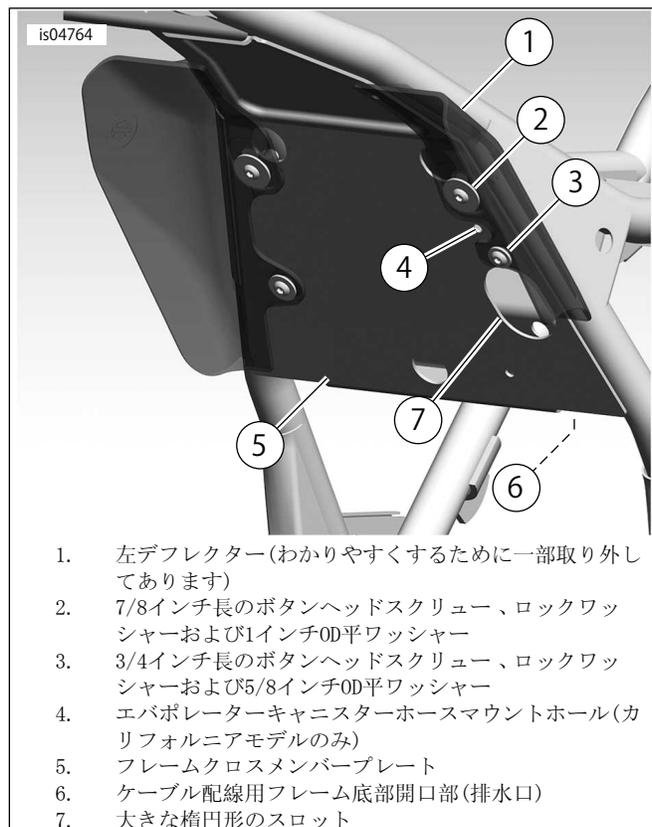

図5. 2008年式モデル：ファスナーの位置-リアシリンダーの後方から見た図(わかりやすくするため、エンジンは取り外してあります)
6. 「図5」を参照。左エアデフレクター(1)およびハードウェア(2および3)を取り外します。
11. 「図5」を参照。バックレストケーブルを、フレームクロスメンバープレート(5)の大きな楕円形のスロット(8)を介し、フレームクロスメンバープレートの後ろのコンパートメントの下部フレーム開口部(6)を通して、エアデフレクターおよびアジャストメントハンドルブラケットを所定の位置に配置します。